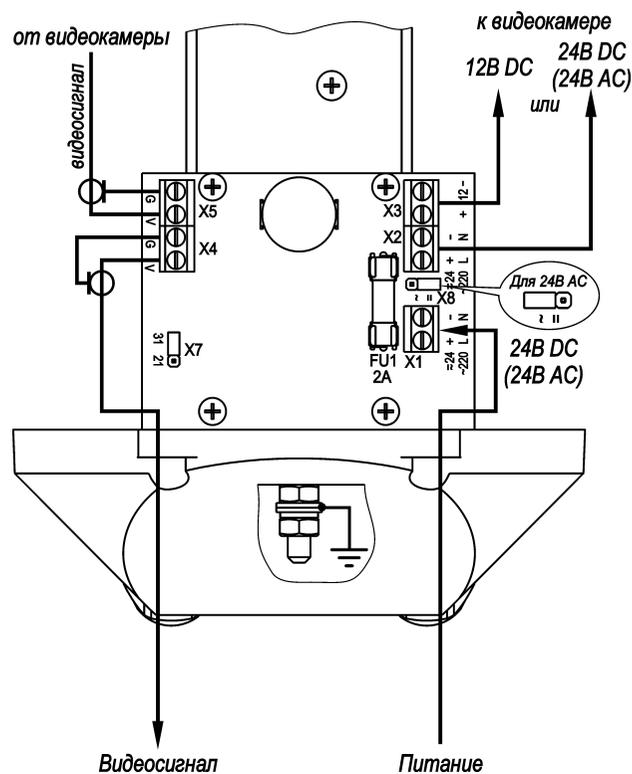

Рис.2 Подключение ТГБ-7-24/12(24); ~24/12(~24)
4. Подсоединить видеокамеру к контактам платы коммутации в соответствии со схемой подключения (рис.2, 3 или 4).
5. Ввести через гермоводы внешние кабели (кабель видео или интерфейсный кабель и кабель питания) и подключить их к плате коммутации (рис.2 или 3).
– X7 в положение «31» - мощность обогрева 31 Вт, для изменения мощности на 21 Вт джампер X7 необходимо переставить в положение «21» (см. рис.2 и 3);
– для ТГБ-7- 24/12(24); ~24/12(~24) предприятием изготовителем джампер X8 установлен в положение «=» – напряжение питания 24В DC, для питания гермобокса переменным напряжением 24В необходимо переставить джампер X8 в положение «~» (см. рис.2).